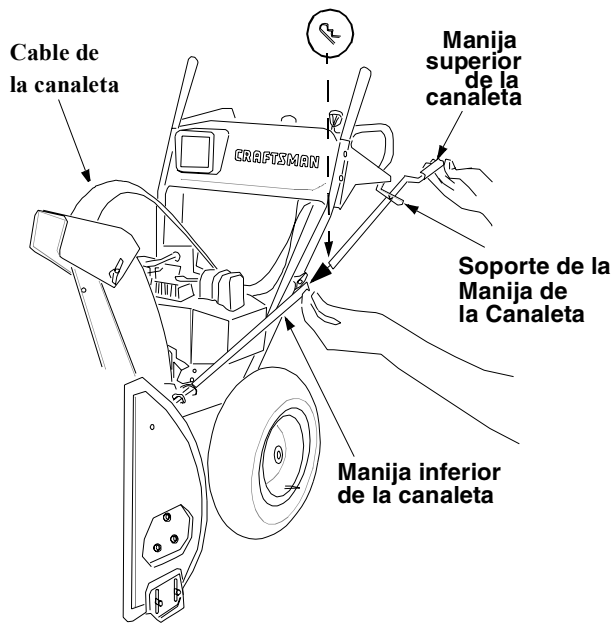

Figura 7
- Deslice la manija superior de la canaleta dentro de la manija inferior de la canaleta según se muestra en la Figura 7. Alinee los orificios en las dos partes de la manija de la canaleta, y asegure con el broche del cabello del grupo F del conjunto de la ferretería.